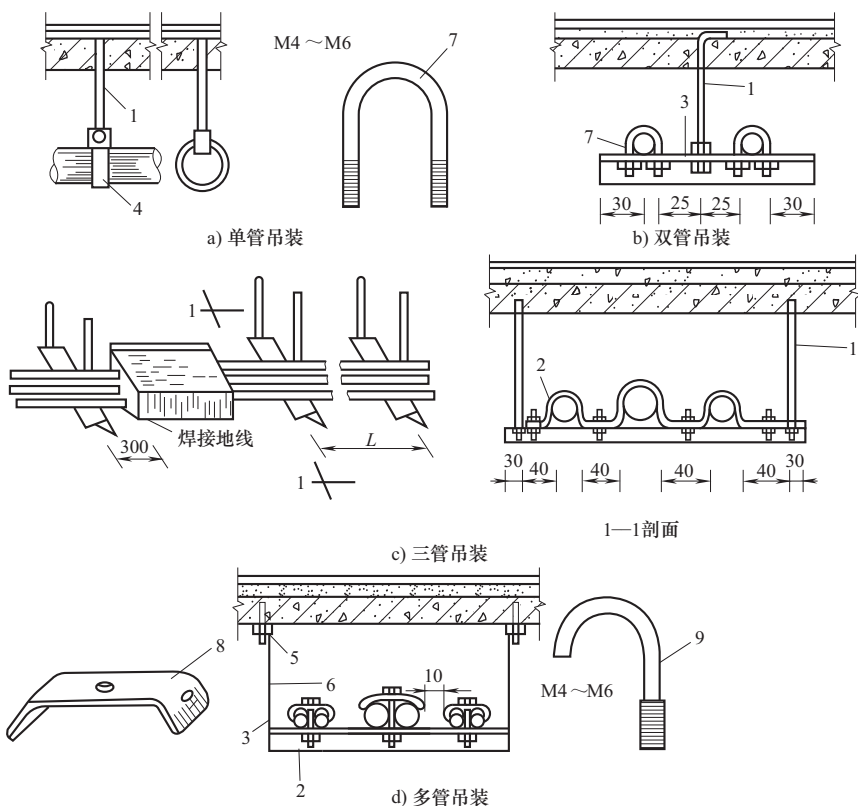

图 2-49 明管吊装敷设
(6) 对于较粗或多根明管的敷设也可采用吊装敷设，其做法如图 2-49 所示。